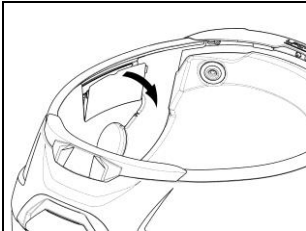

Fig. 1
- En la parte izquierda del casco, abrir el compartimiento de las almohadillas de relleno (Fig. 1). Retirar el relleno. Guárdelo si desea usar el casco sin el sistema N-Com instalado.